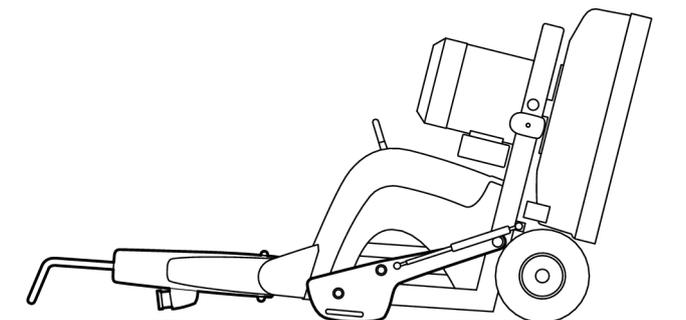

Figura 4-11. Macchina sul pavimento
4. Continuare a ribaltare all'indietro finché l'intera macchina non tocca il pavimento, vedere Figura 4-11, pagina 22.